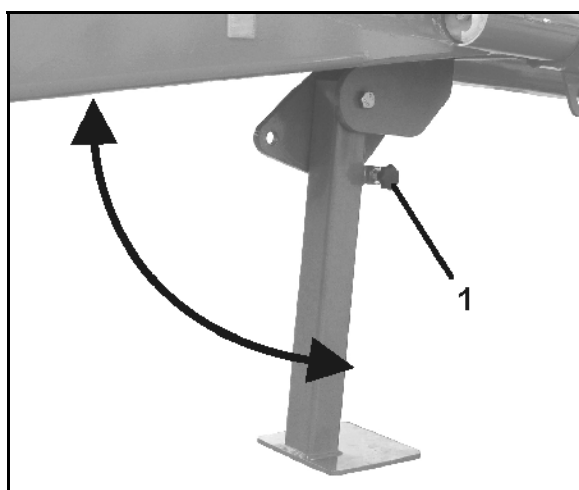

Fig. 36
1. Apretar el asa en estrella (Fig. 36/1).